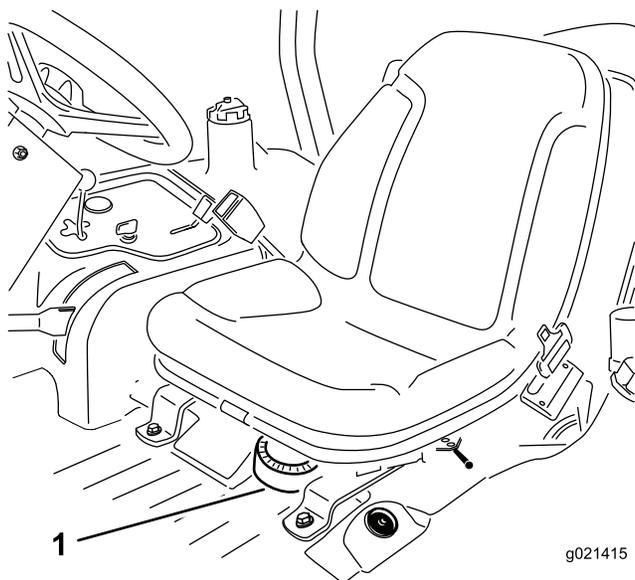

Figura 54
1. Retire o banco da máquina para aceder à bomba de combustível (Figura 54).